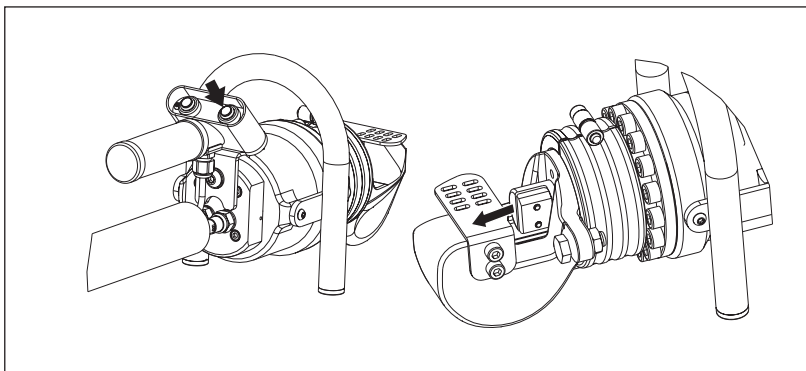

図9:操作 - 前進／切断
- **advance**(前進) プッシュボタンを押し続けると、ピストンが前進し、可動ブレードが前方へスライドします。図9を参照してください。